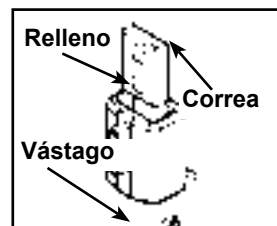
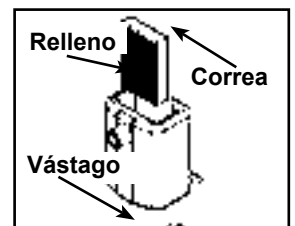

Figura 8A
Figura 8B
- D. Verificar que la correa y el relleno estén instalados correctamente, según lo demostrado en Figura 8A. **NOTA:** No instalar el relleno al revés como demostrado en Figura 8B.